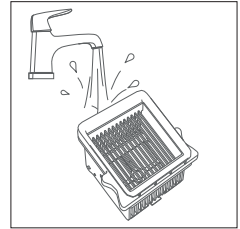

Abb. 19 – Filter reinigen
- ▶ Reinigen Sie den EPA-10-Filter ebenfalls unter lauwarmem, fließendem Wasser (**siehe Abb. 19**).